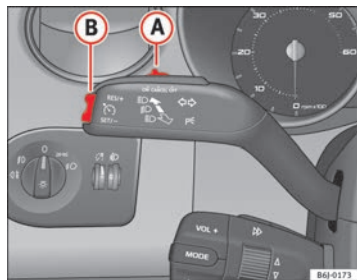

Fig. 109 Palanca de intermitentes y de luz de carretera: mando y tecla basculante para el regulador de velocidad
- Presione la parte superior de la tecla basculante **RES** ⇒ fig. 109 **(A)** para aumentar la velocidad. El vehículo acelerará mientras mantenga la tecla presionada. Al soltar la tecla quedará memorizada la nueva velocidad.
Si se reduce la velocidad programada pisando el pedal del freno, se desactiva el regulador de velocidad. Si quiere activar de nuevo el regulador, bastará con presionar una vez la parte superior de la tecla basculante **RES+** ⇒ fig. 109 **(A)**.